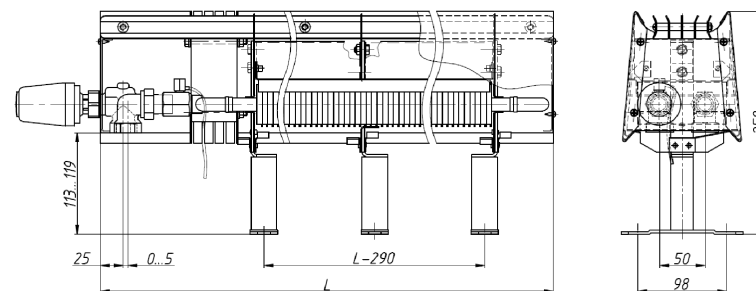

Рис.1 Конвектор напольный с нижним подключением и боковым расположением термостатического клапана для двухтрубных систем отопления – ПКОН 104...125 . Т2.
- 4.1. Конвектор состоит из следующих основных частей (Рис.1, 2):
- 4.4. Размеры и технические характеристики изделий представлены на Рис.1, 2 и в таблице 1.